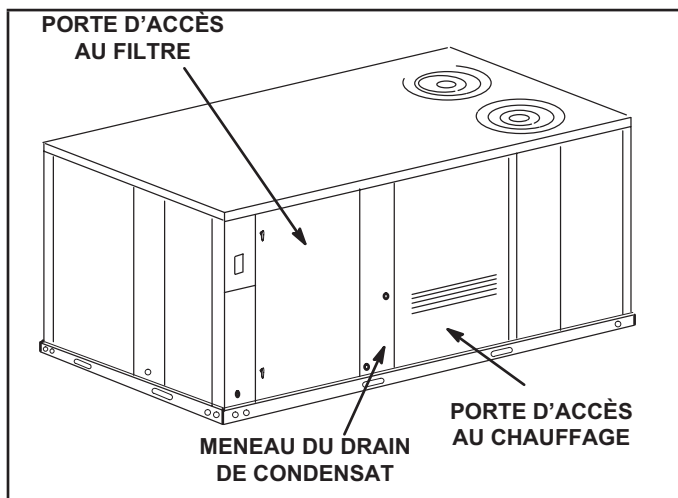

FIGURE 5
- 1 - Retirez la porte d'accès au compartiment de chauffage. Reportez-vous à la FIGURE 5.